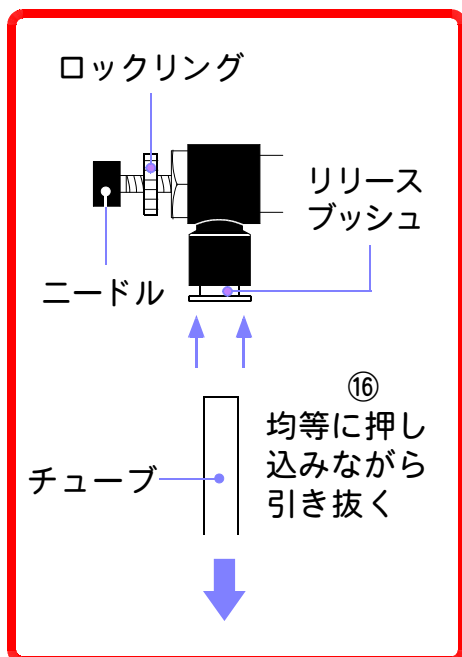

図 7-7
間違えてチューブを差し込んだ場合は、リリースブッシュを均等に押し込み、まっすぐ引き抜いてください(図 7-7参照)。
調整後は、ロックリング(図 7-7参照)でニードルを固定してください。
チューブをしっかり持ち、スピードコントローラの奥までゆっくりと差し込みます。差し込んだ後、チューブを軽く引っ張り、抜けないことを確認します。間違えてチューブを差し込んだ場合は、リリースブッシュを均等に押し込み、まっすぐ引き抜いてください(図 7-7、7-11参照)。
- ⑤チューブをつなぎ終わりましたら、元バルブを開き、レギュレータで圧力を 0.35MPa (3.57kgf/cm²) に設定します。
- ⑥スピードコントローラのニードルを開き、電磁弁を動作させて試運転を行います。ニードルの開閉で電極の上下速度を調整してください(右表参照)。調整後は、ロックリング(図 7-7参照)でニードルを固定してください。これで、シリンダ駆動ユニットの取付は完了です。